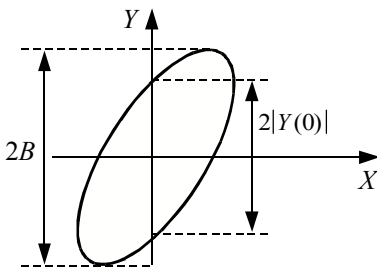

Рис.5. Фигура Лиссажу
Уравнения (13) задают в параметрическом виде эллипс (рис.5). При $\varphi_C = \pm\pi$ эллипс переходит в отрезок прямой, при $A = B$ и $\varphi_C = \pm\pi/2$ - в окружность.
точности определения φ_C рекомендуется измерять (в делениях) и подставлять в (14) величины $2|Y(0)|$ и $2B$ (см. рис.5).